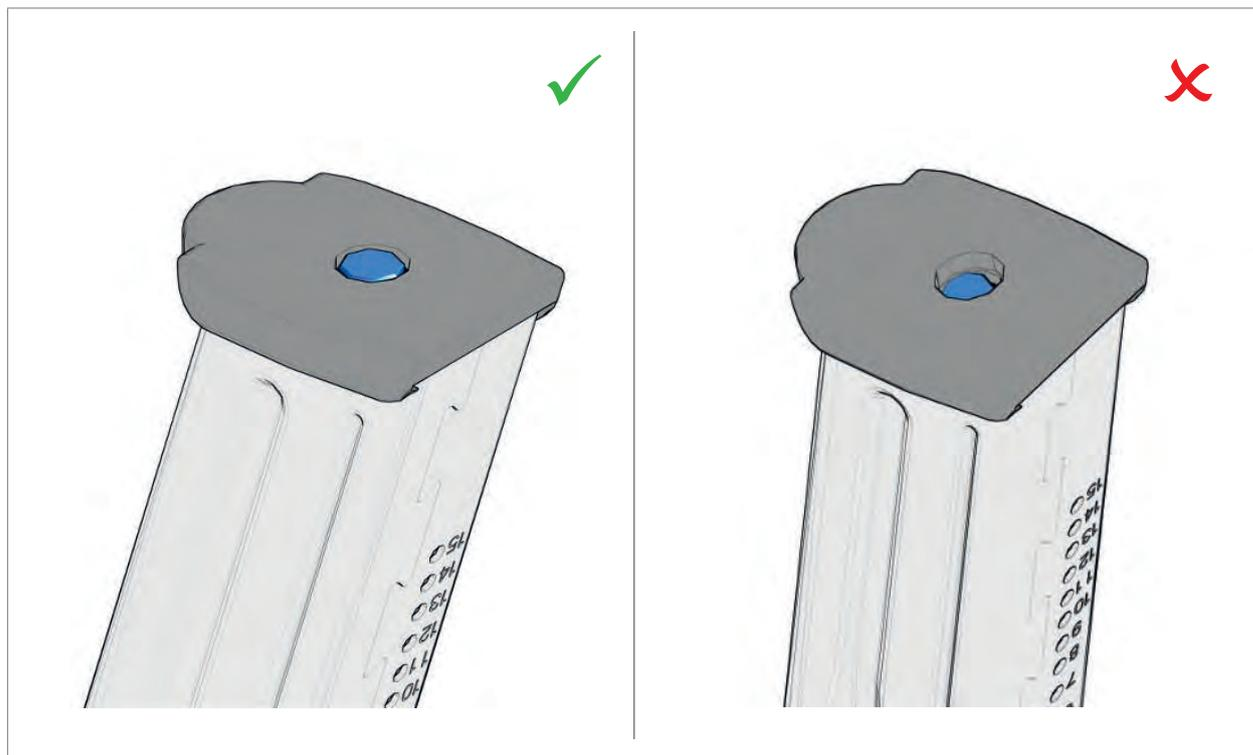

Abb. 71: Montageposition des Magazinboden/Einsatz
- Magazinboden von vorne auf das Magazingehäuse schieben bis der Bodenhalter im Magazinboden einrastet (Abb. 71).